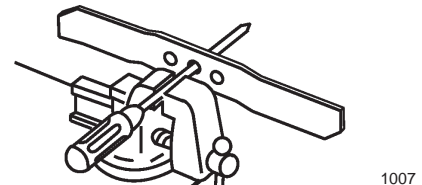

Abbildung 23
1. Die Balance des Schnittmessers überprüfen, indem das mittlere Loch des Messers über einen senkrecht in einem Schraubstock eingespannten Nagel oder Schraubendreher gesteckt wird (Abb. 23).